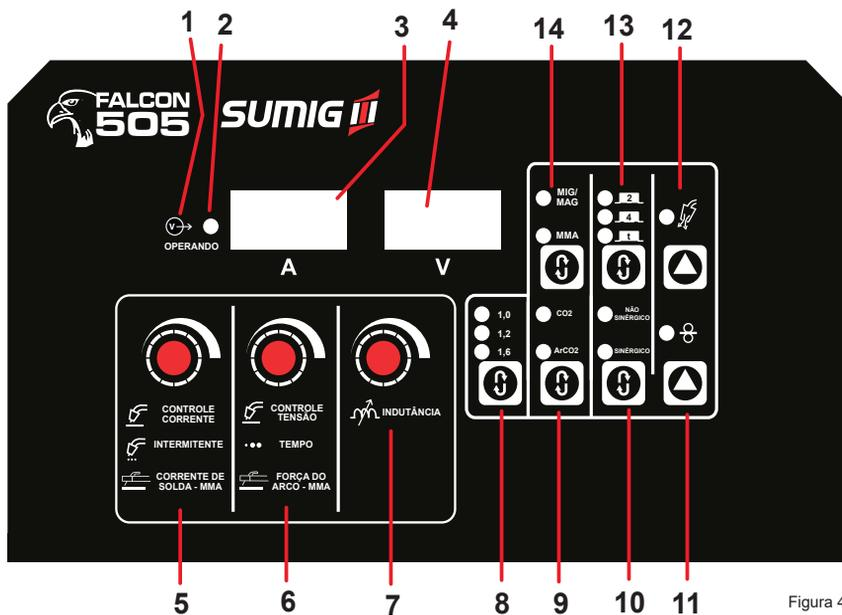

Figura 4
A *figura 4* demonstra a posição e função de cada componente do painel principal. Na *tabela 4* é possível ver a descrição destes itens. Veja abaixo:
6.1.2 Pressione a chave de seleção processos (**posição 14, figura 4**) e selecione MMA.
6.1.3 Ajuste a corrente de soldagem de acordo com o tipo de eletrodo e processo através do Botão de parâmetros (**posição 5, figura 4**).
6.1.4 Selecione a Força do arco através do botão de parâmetro (**posição 6, figura 4**).
7.1.2 Pressione a chave de seleção processos (**posição 14, figura 4**) e selecione MIG/MAG;
7.1.3 Selecione o modo de operação (**posição 10, figura 4**): Não sinérgico ou Sinérgico;
7.1.4 Selecione o modo de operação do gatilho (**posição 13, figura 4**): 2T/4T ou solda ponto;